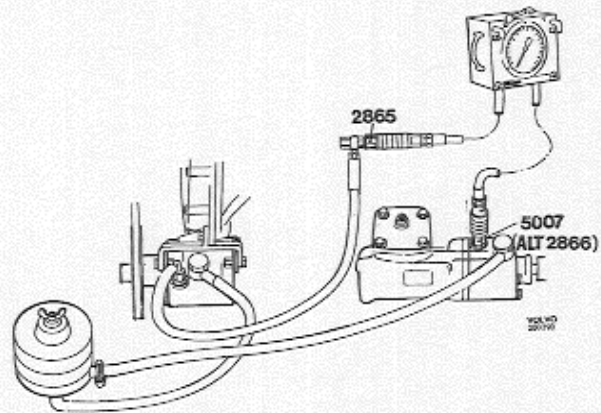

Abb. 90 Prüfmanometer, Anschlußweise
1. Das Prüfmanometer 2864 in die Öldruckleitung zum Lenkgetriebe einschalten, s. Abb. 90. Der Einlaßschlauch des Manometers wird über den Nippel 2865 (Abb. 90) mit dem Ringnippel des Öldruckschlauches verschraubt. Der Auslaßschlauch vom Manometer wird über den Reduzier-nippel 5007 bzw. 2866 am Lenkgetriebe angeschlossen. Kontrollieren, daß der Manometer-Absperrhahn offen steht (Hebel nach links).